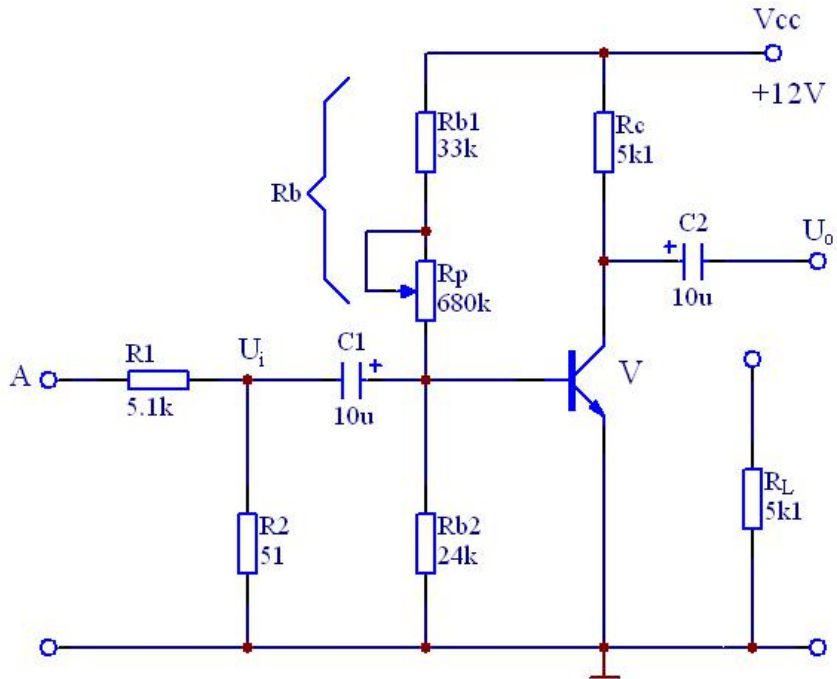
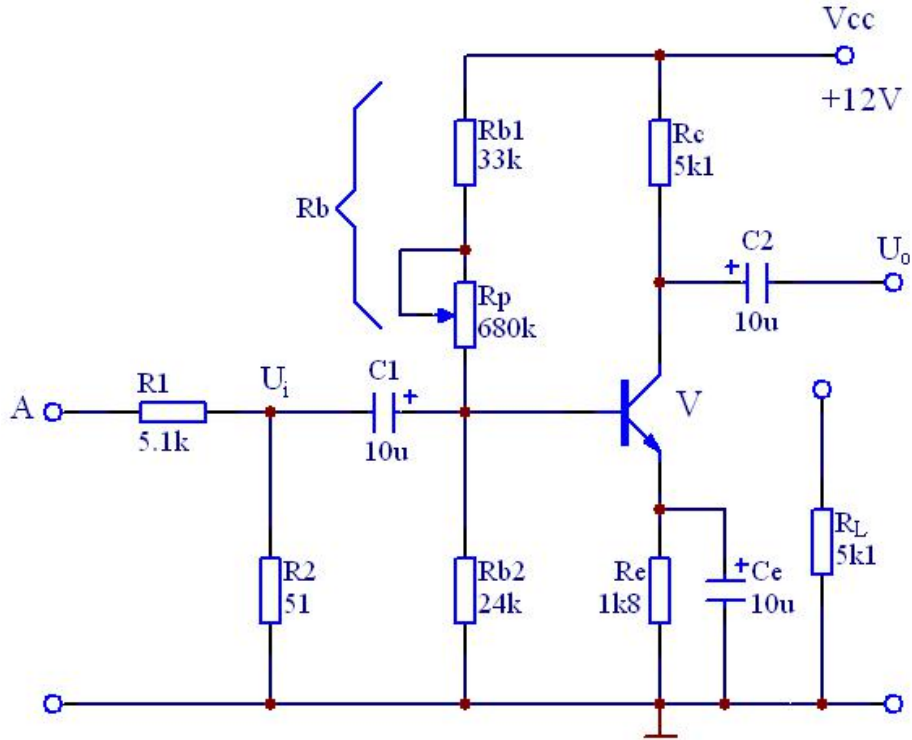

图 1.2 小信号放大电路
图 1.5 直流负反馈放大电路
- (1) 按图 1.2 所示电路接线, 调节  $R_P$  使  $U_C=6V$ 。如想做直流负反馈放大电路实验按图 1.5 所示电路接线。